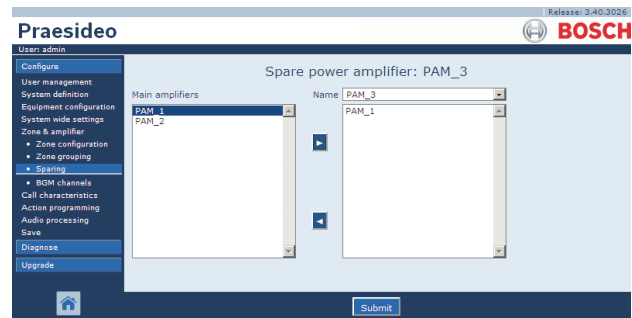

abbildung 46.11: Reservegeräte, Schritt 1
- 1 Rufen Sie *Configure > Zone & amplifier > Sparing* auf. Im Mainframe der webbasierten Benutzeroberfläche erscheint ein Bildschirm, der dem in abbildung 46.11 ähnelt.